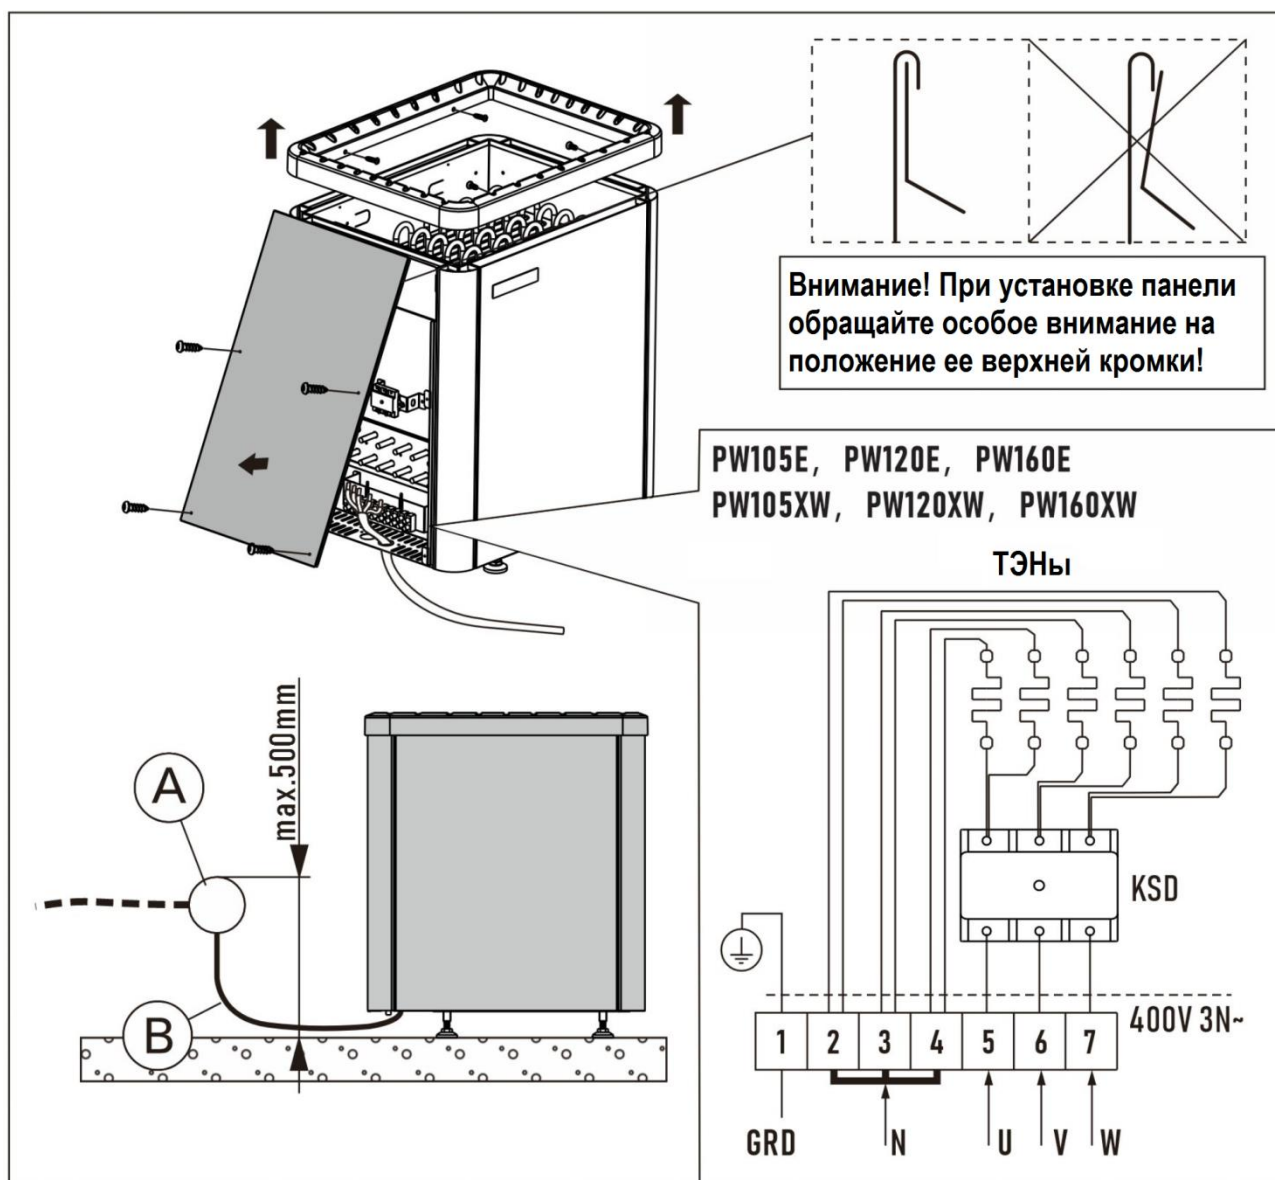

Рисунок 6. Подключение каменок Power
- Каменка гибким кабелем подсоединяется к соединительной коробке (Рисунок 6, А) на стене сауны.
- В качестве кабеля (Рисунок 6, В) следует использовать резиновый кабель типа H07RN-F или подобный.